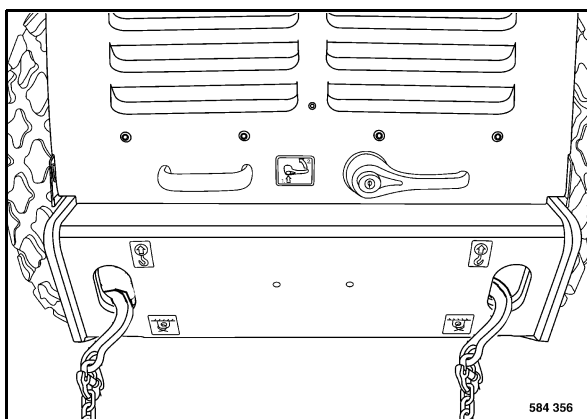

Fig. 78
- Fijar las cadenas (Fig. 78) o cables de remolque en la argolla de forma segura.